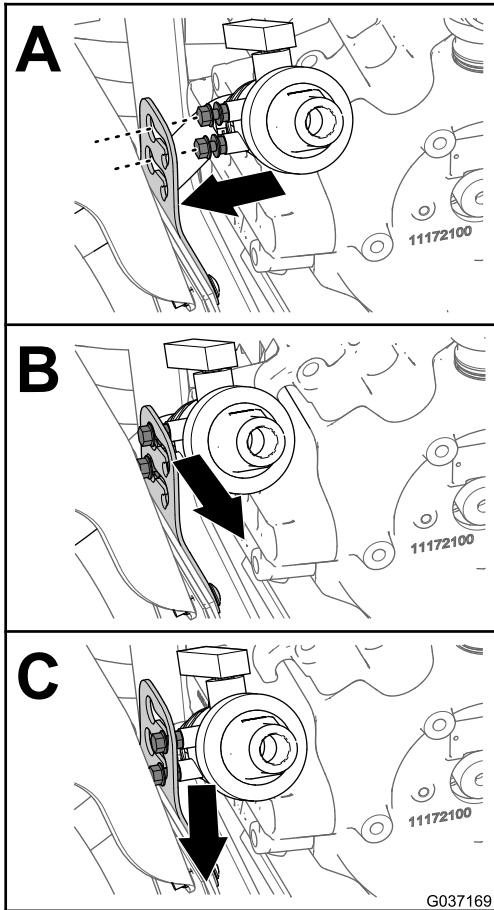

图16
5. 向外下方移动排水阀以便将排水阀固定到支架图16中的B和C。